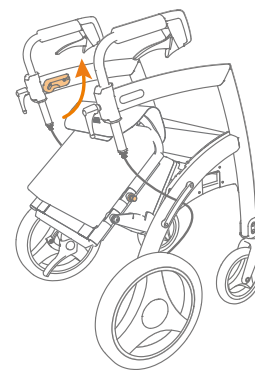

Figure 34: Soulevez davantage le dossier du fauteuil roulant.
- c. Tirez davantage le dossier du fauteuil roulant vers le haut, puis vers l'arrière (**Figure 34**) afin que les boulons de verrouillage s'enclenchent dans les rails guides supérieurs du cadre (**Figure 35**). Si les broches de verrouillage supérieures ne glissent pas correctement dans les rails guides supérieurs du cadre, poussez le dossier du fauteuil roulant vers l'avant jusqu'à la moitié du cadre et réessayez.